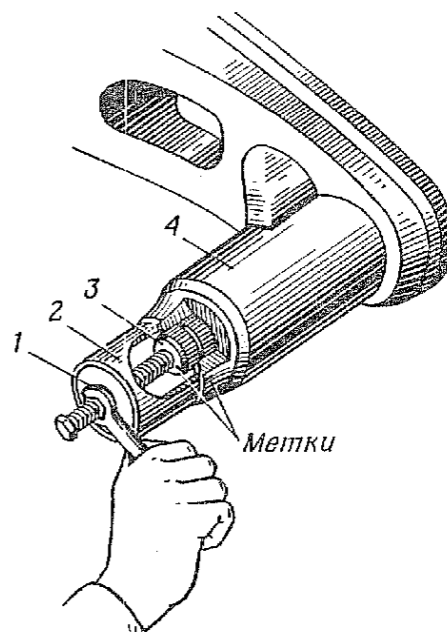

Рис. 69. Выпрессовка торсиона:
1.3.4. Установить съемник 2 (рис. 69) и выпрессовать торсион 3 (съемник торсиона, ключ 22).